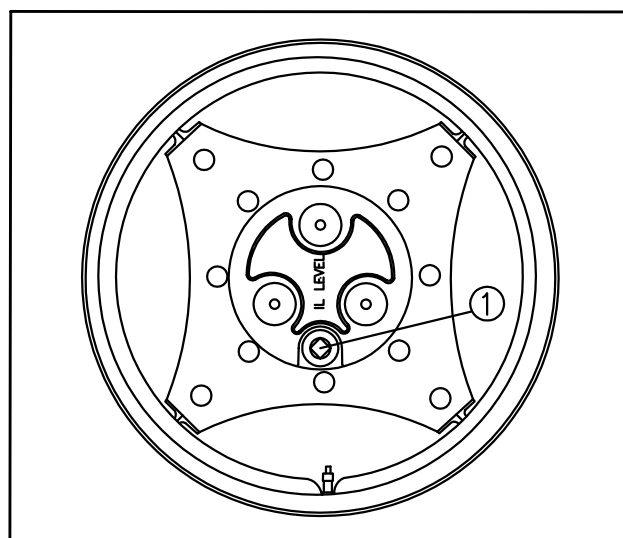

Fig. 5-29
Glavčine točkova Fig.5-29
Postavite čepove ① (Fig.5-29) na centralnu liniju točka. Dopunite propisanim uljem do nivoa otvora.